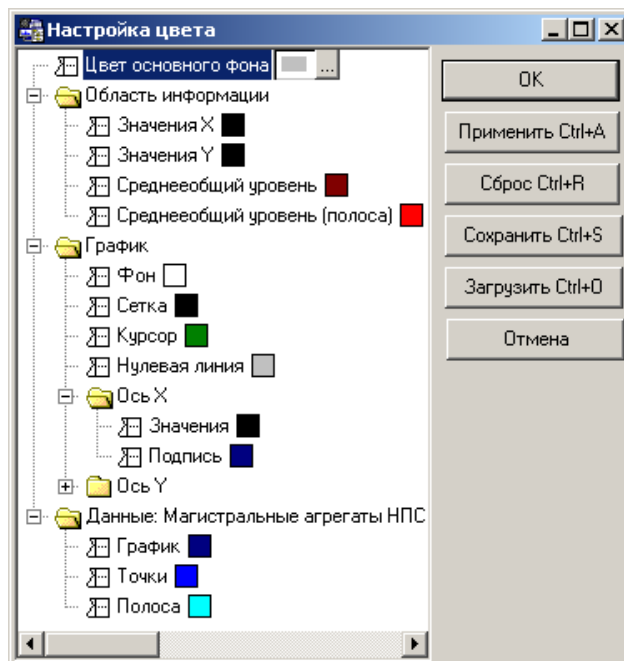

Рисунок 6.8 Окно «Настройка цвета»
6.1.5 Цвет отдельных элементов графика можно настроить по желанию пользователя. Для этого, находясь в окне с графиком, необходимо последовательно выбрать пункты контекстного меню «**Вид/Настройка цвета**». Открывшееся окно (рис. 6.8) позволяет задать цвет обрамления (основного фона), цвета области информации и цвета области графика.